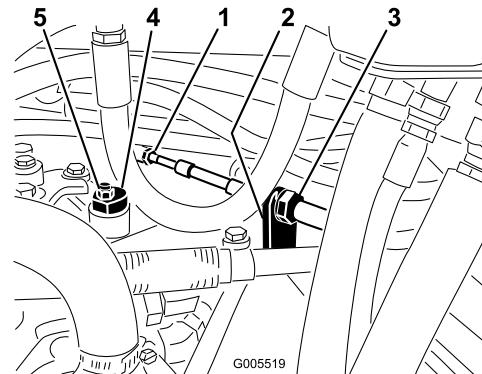

Bild 54
- A. Lösen Sie beide Klemmmuttern, mit denen der Fahrantriebs-Bowdenzug an der Trennwand am Hydrostat befestigt ist (Bild 54). Achten Sie darauf, dass die Klemmmuttern gleichmäßig gelockert sind und eine ausreichende Einstellung ermöglichen.
Hinweis: Lösen Sie die Mutter, mit der der Exzenter oben am Hydrostat befestigt ist (Bild 54).
- C. Drehen Sie den Ekzenter, bis kein Kriechen in jeder Richtung auftritt. Ziehen Sie die Schraube fest, wenn sich das Rad nicht mehr dreht, um den Ekzenter und die Einstellung zu arretieren (Bild 54). Überprüfen Sie die Einstellung mit dem Gasbedienungshebel auf „Langsam“ und auf „Schnell“.
- D. Ziehen Sie die Sicherungsmuttern, mit denen der Bowdenzug an der Trennwand befestigt ist, gleichmäßig von der Innenseite der Trennwand fest (Bild 54).